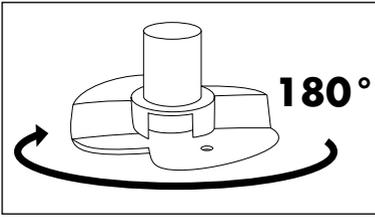
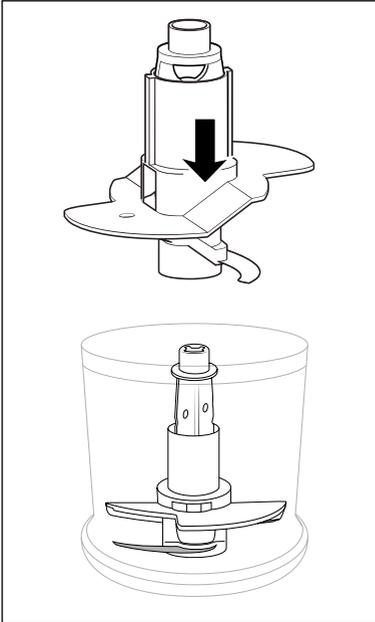

Fig. 2
Fig. 3
- Pour 200 ml de crème, tournez l'accessoire batteur 10 horizontalement à 180° (fig. 2) de sorte qu'il n'appuie plus que sur une lame-hélice 7 et s'enclenche (fig. 3). Dans ce cas, il fouette la crème plus en hauteur :